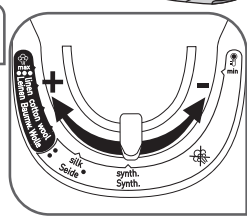

Fig.7
- Állítsa be a vasaló hőmérsékletét – **fig.7.** A vasaló automatikus gőzőlő funkcióval rendelkezik. A textília típusától függően a vasaló automatikusan és pontosan meghatározza a megfelelő hőmérsékleti szintet és a gőzmennyiséget, a legjobb eredmény biztosítása érdekében.